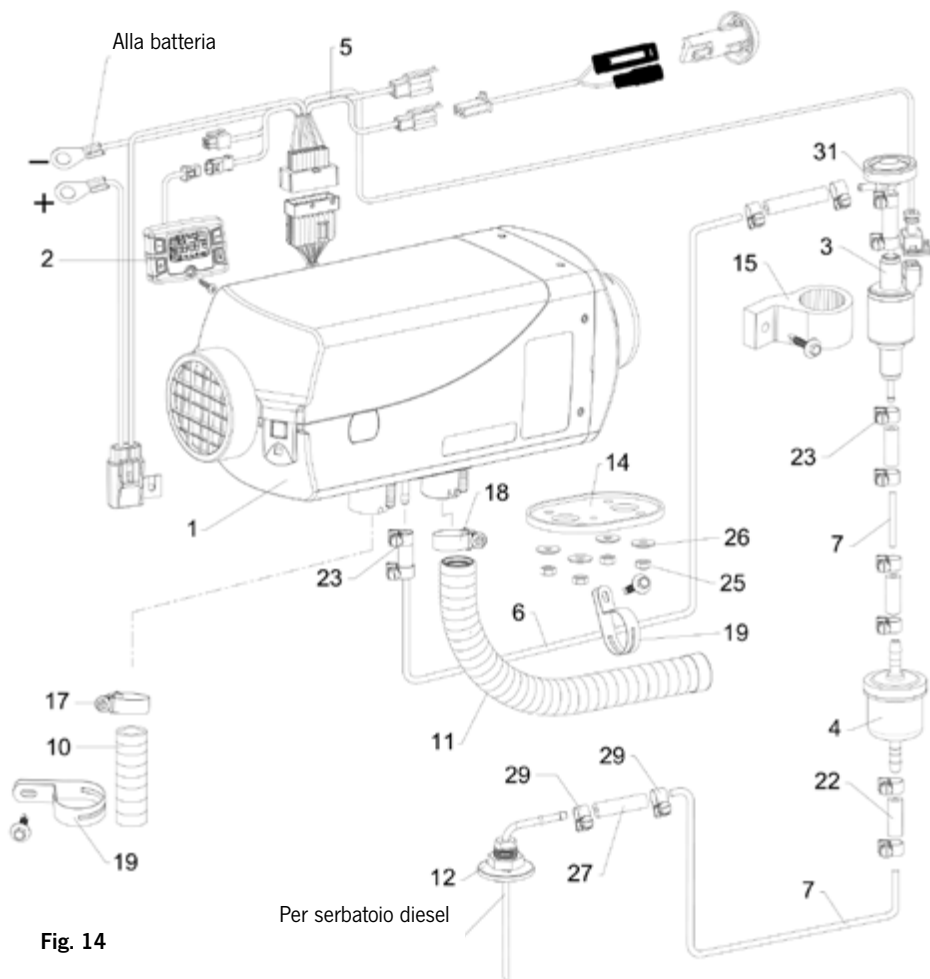

Fig. 14
32. VanHeat 4.0-DH | Informazioni sul prodotto | Elenco dei ricambi (vedi Fig. 14)